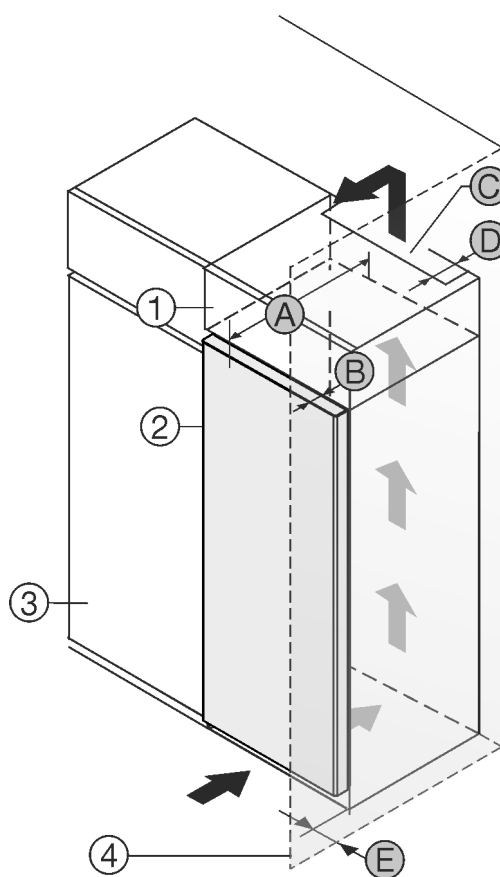

Fig. 1
È possibile posizionare l'apparecchiatura accanto a un mobile da cucina Fig. 1 (3)*.
Sul lato posteriore dell'armadietto sovrapponibile deve essere presente un vano di scarico dell'aria con la profondità Fig. 1 (D) che attraversa l'intera larghezza dell'armadietto sovrapponibile*.
Sotto al soffitto deve essere presente la sezione di ventilazione Fig. 1 (C)*.
Se si installa l'apparecchiatura con le cerniere accanto a una parete Fig. 1 (4), la distanza tra l'apparecchiatura e la parete deve essere di almeno 13 mm.*
Se si installa l'apparecchiatura con le cerniere accanto a una parete Fig. 1 (4), la distanza tra l'apparecchiatura e la parete deve essere di almeno 20 mm.*
Per poter aprire completamente la porta, installare l'apparecchiatura in modo che sporga dal frontale del mobile da cucina almeno della misura della profondità della porta Fig. 1 (B). L'apparecchiatura può sporgere ulteriormente a seconda della profondità dei mobili da cucina Fig. 1 (3) e dell'utilizzo di distanziatori a parete.*